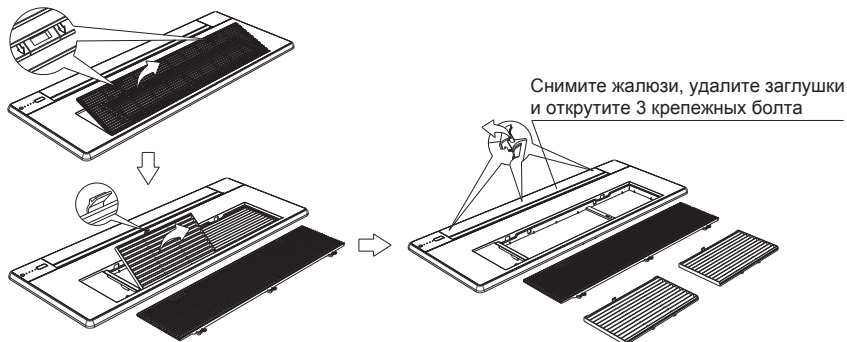

Рис. 5
- Снимите жалюзи и воздушные фильтры (рис. 5).